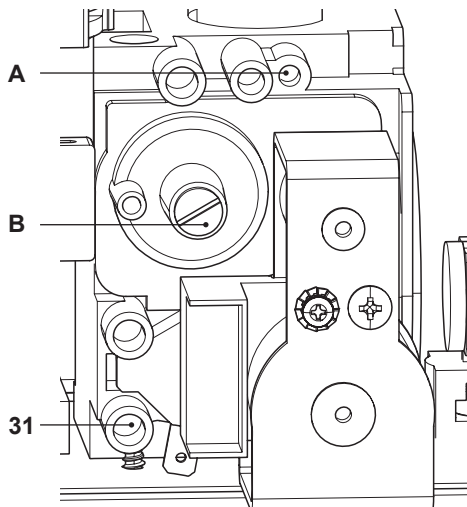

Figura 7.5
- A caldaia spenta (fuori servizio), controllare la pressione di alimentazione utilizzando la presa 31 in Figura 7.5 e confrontare il valore letto con quelli riportati nella tabella Pressioni di alimentazione gas nella sezione "Dati tecnici".
- Richiudere bene la presa di pressione 31 in Figura 7.5.
- Per tarare il **CO₂** della caldaia (pressione del gas al bruciatore) svitare completamente il tappo in ottone di protezione B e agire sulla vite a brugola \varnothing 4 mm sottostante Figura 7.5, girando in senso orario il **CO₂** aumenta.
- Se i due dati non coincidono agire sulla vite regolazione massimo RQ (A in Figura 7.5) della valvola gas e tarare il CO_2 allo stesso valore riportato nella sezione "Dati tecnici" in tabella "Dati in sanitario" pag. 24 (modello **KONDENS^X N 25 B**) e pag. 27 (modello **KONDENS^X N 35 B**). Girando in senso orario il CO_2 diminuisce.